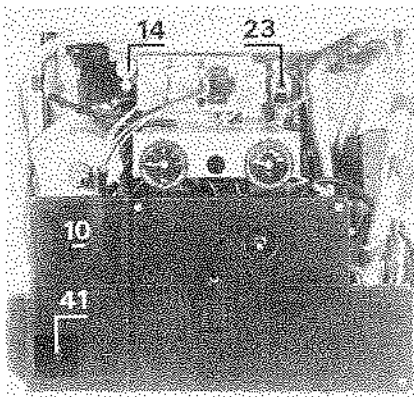

Fig. 18
#### 2) Raccordement de la chaudière (fig 18)
- ôter le bouchon et agir sur la vis (13) (fig.18) (en dévissant on augmente le débit de gaz, en vissant on le diminue).